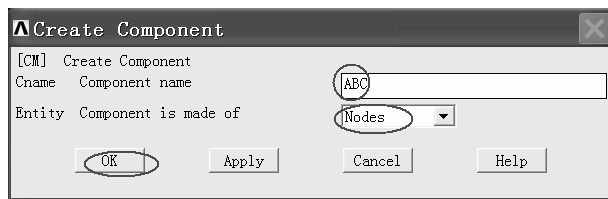

图 6-29 “Create Component” 窗口
(4) 依次选择 Utility Menu>Comp/Assembly>Create Component..., 弹出 “Create Component” 窗口 (见图 6-29)。在 “Component name” 后的方框中输入 “ABC”，在 “Entity Component is made of” 后的方框中选择 “Nodes”，然后单击 “OK” 按钮。
(5) 依次选择 Utility Menu>Select>Everything。